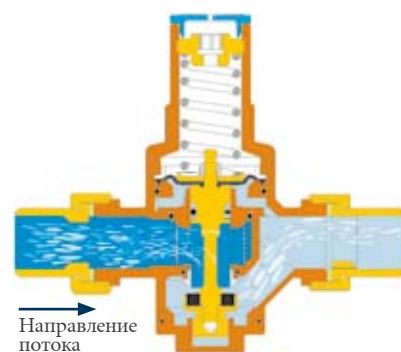

Рис. 2
- Рис. 2 Полностью отвинтите верхний регулировочный винт вплоть до снятия его с нажимного винта. Снимите пружину.